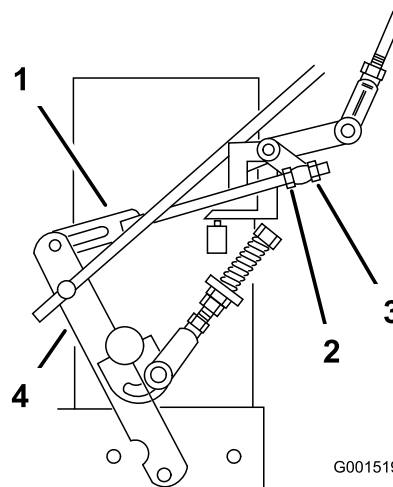

Figura 39
8. Afloje la tuerca de ajuste delantera del acoplamiento izquierdo del control hidráulico, según se muestra en Figura 39.
9. Gire la tuerca de ajuste izquierda trasera en el sentido contrario a las agujas del reloj hasta que la rueda gire hacia adelante (Figura 39).
10. Gire la tuerca de ajuste trasera en el sentido de las agujas del reloj, 1/4 de vuelta a la vez. Luego mueva la palanca de control de la velocidad hacia adelante y hacia atrás a punto muerto. Repita esto hasta que la rueda izquierda deje de girar hacia adelante (Figura 39).